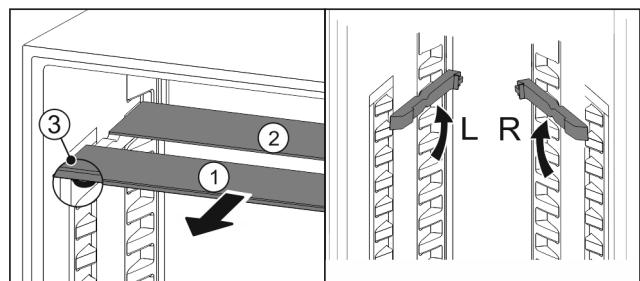

Fig. 76
- По одной извлеките Fig. 76 (1) стеклянные панели движением вперед.
- Стеклянная панель Fig. 76 (1) с декоративной планкой лежит спереди.
- Стопоры Fig. 76 (3) показывают вниз.